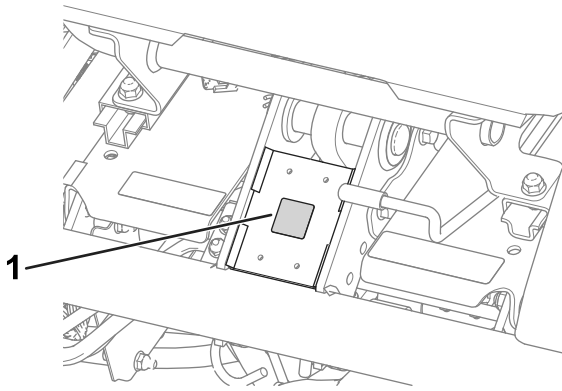

図 11
- CE マークデカルを、運転席前下のフレーム部分に貼りつける 図 11。